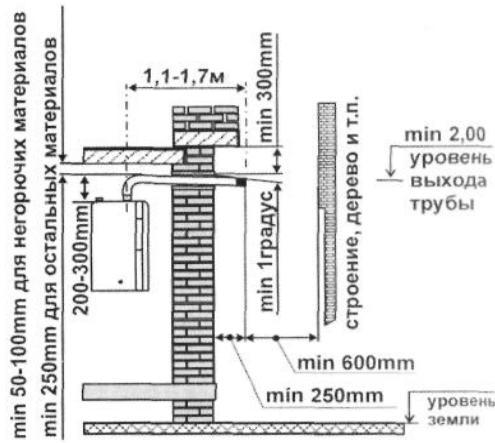

Рис. 24.1.
"FE" (Рис. 24.1.):
3.3 Условия монтажа трубы типа "FE" (Рис. 24.1.):